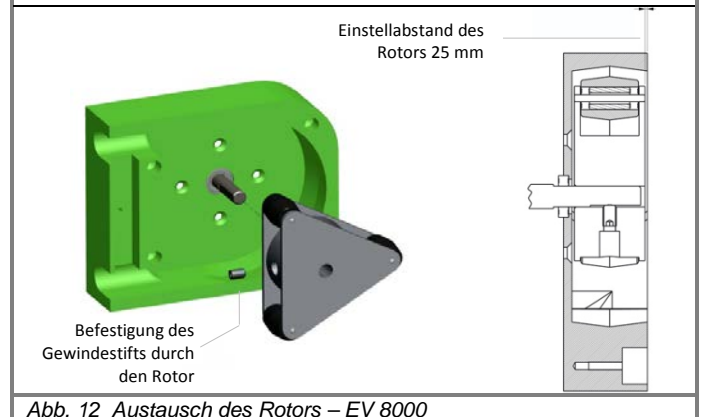

Abb. 12 Austausch des Rotors – EV 8000
2. Die Spitze der Rolle mit der Spitze der Schlauchschiene auf eine Linie bringen oder den eingestellten Rotorabstand von der Vorderseite des Pumpengehäuses aus wie gezeigt zurücksetzen (siehe Abbildung 12)